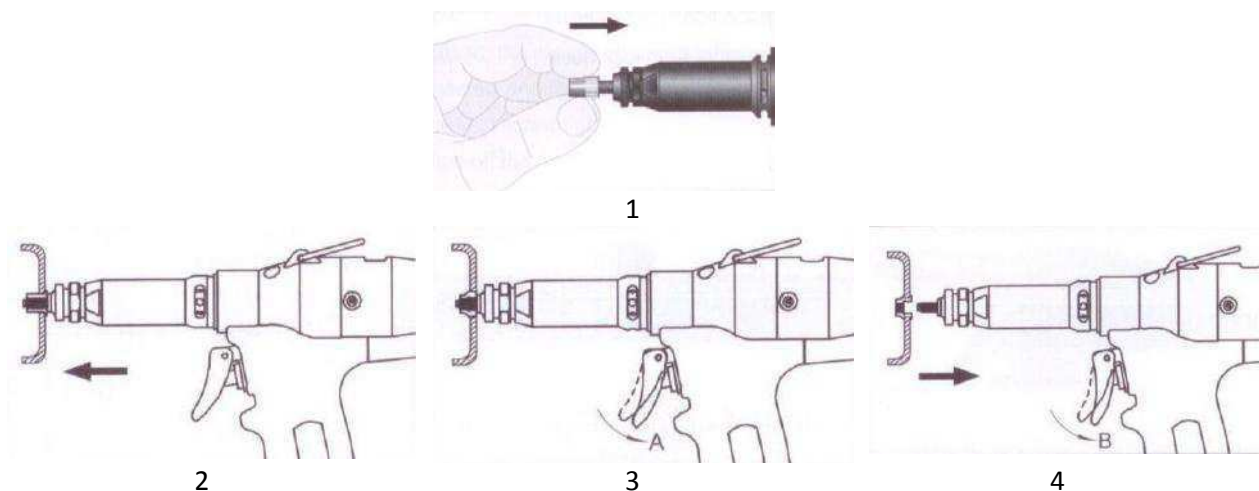
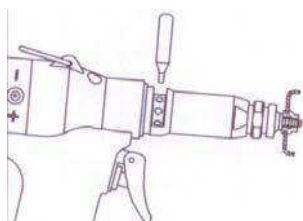

Рис. 3
Рис.4
3. Вставьте резьбовую заклепку, оказывая легкое осевое давление на резьбовой шток аппарата (см. рис. 3). Двигатель начинает вращаться (1).
4. Вставьте заклепку в заклепываемую деталь (2).
5. Слегка нажмите курок, в положение А, заклепка деформируется (3).
6. Удерживая нажмите курок сильнее, приведя ее в положении В (4), резьбовой шток автоматически начнется обратное вращение, заклепка открутится. Двигатель автоматически останавливается. В случае, если заклепка не отвинчивается автоматически, необходимо выкрутить резьбовой шток в ручную, при помощи регулировочного ключа (см.рис. 4).